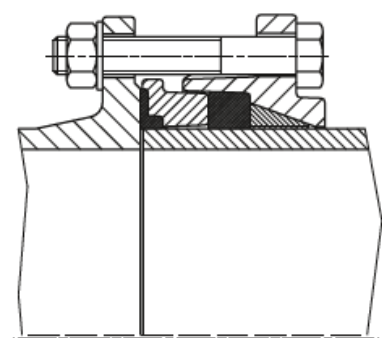

Abb. 4
4. Ultimare il raccordo a flangia (Fig. 4)